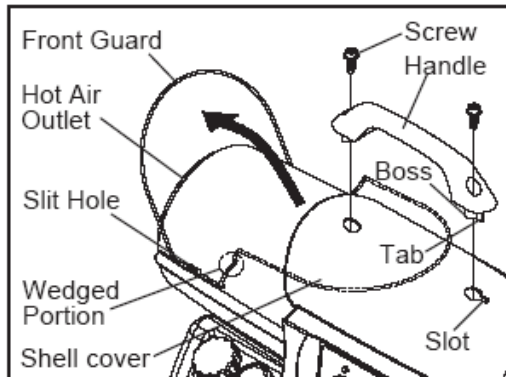

Fig. 6. Montering af håndtag
A. Gælder kun model KFA-70TDGP (Se Fig. 6 og 7).
2. Dupperne på undersiden af håndtaget placeres i de to huller i kabinettet som vist på Fig. 6.